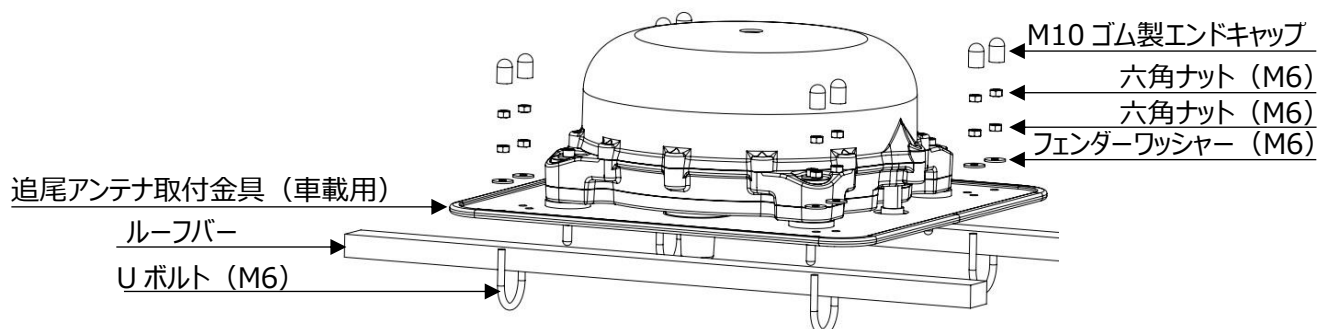

図4.3 車両ルーファーへの取付方法
- ③ 追尾アンテナを固定したWSⅢ追尾アンテナ取付金具（車載用）をルーファーに載せ、ルーファーの間隔を調整し、図4.3に示すように、Uボルトを差込みフェンダーワッシャーと六角ナットを用いてダブルナットで確実に締結を行う。